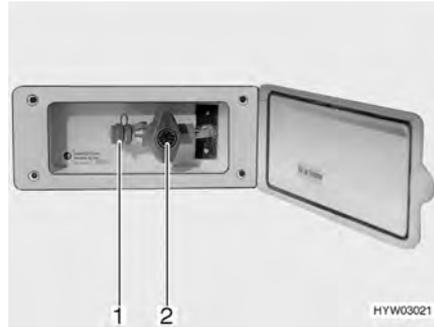

Fig. 96 Presa gas esterna, rubinetto di arresto del gas chiuso
La presa gas esterna (Fig. 96) si trova, a seconda del modello, nella parte posteriore o sul lato destro o sinistro del veicolo.
- Collegare l'apparecchio a gas esterno all'attacco (Fig. 96,1).
- Aprire il rubinetto di arresto del gas (Fig. 96,2).